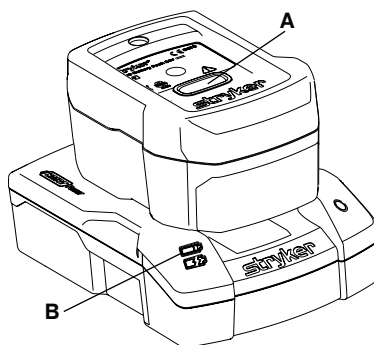

Рисунок 26 – Зарядка SMRT Pak
Порядок зарядки **SMRT Pak** (Рисунок 26):
- Светодиодный индикатор зарядного устройства **SMRT** (B) при зарядке батареи будет мигать зеленым (Рисунок 26). Оптимальное время зарядки составляет два часа.
- Когда батарея **SMRT Pak** полностью заряжена и готова к работе, светодиодный индикатор зарядного устройства **SMRT** (B) будет непрерывно гореть зеленым.
2. Нажмите на красную кнопку освобождения (A) (Рисунок 26) и выдвиньте **SMRT Pak**, чтобы извлечь заряженную и готовую к работе батарею **SMRT Pak** из зарядного устройства **SMRT**.